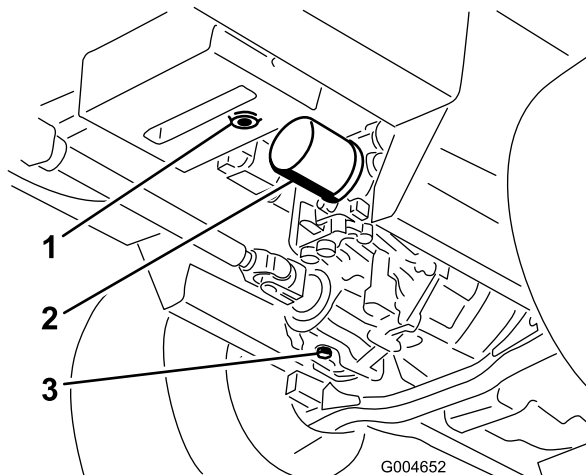

Figure 86
3. Placez un grand bac de vidange sous le réservoir hydraulique et le carter de transmission, et enlevez les bouchons pour vidanger tout le liquide hydraulique (**Figure 86**).
4. Nettoyez la surface autour du filtre à huile hydraulique et retirez le filtre (Figure 86).